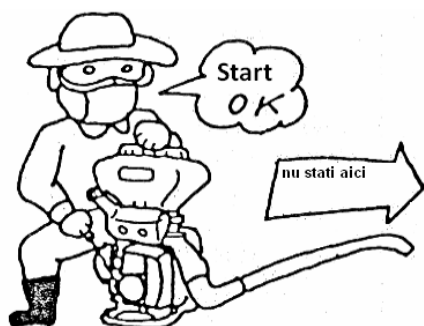

Fig.14
5. Pornirea motorului (Fig. 14)
- (1) Închideți robinetul soluției înainte de pornirea motorului, altfel pesticidele vor fi pulverizate când este pornit motorul.
- (2) Nu stați în fața duzei de pulverizare chiar dacă robinetul este închis. Fig.14